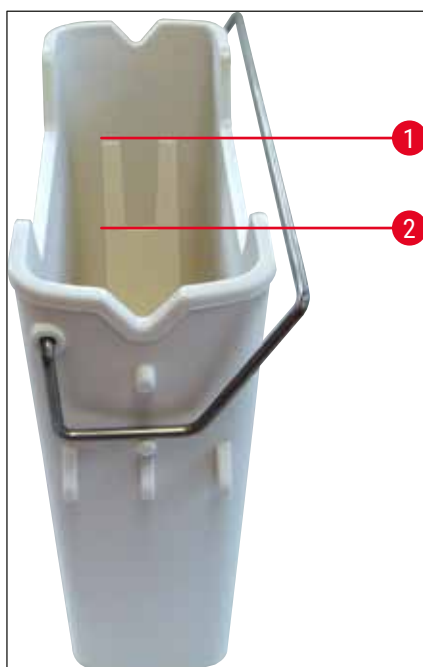

Fig. 67
4. Kontrollér, at påfyldningsniveauet er tilstrækkeligt (→ Fig. 67), og at reagensen er fri for snavs. I tilfælde af kontaminering skal xylene udskiftes (→ S. 37 – 4.6.3 Forbered reagenskuvetten, fyld den, og sæt den i indføringskuffen), og reagenskuvetten skal rengøres, før den fyldes igen.